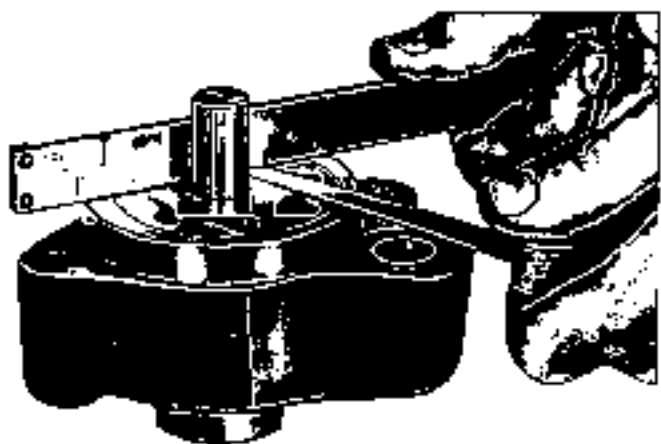

Fig. 37 - Controllo del gioco tra il lato superiore dei rotori ed il piano di appoggio del corpo della pompa
- Controllare il gioco fra il lato superiore dei rotori ed il piano di appoggio del corpo della pompa su supporto anteriore dell'albero motore (Fig. 37): se il gioco risulta superiore a quello riportato nella tabella (pag. 12), è necessario sostituire i rotori o il corpo della pompa.